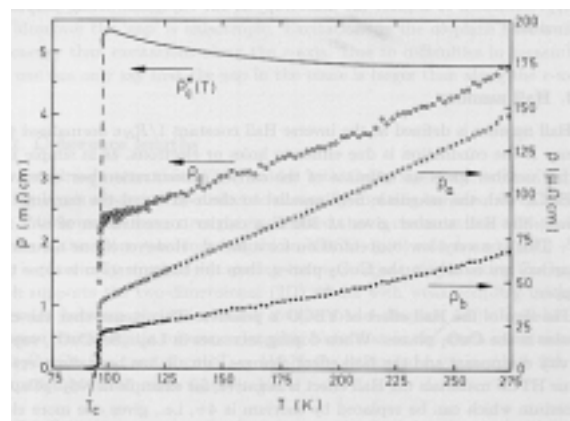

Fig. 13: Anisotropie de la résistivité dans un film YBaCuO (Cryon).
- les chaînes Cu-O-Cu-O et les plans Cu-O contribuent différemment à la conductivité électrique (conductivité métallique dans les plans). ρ est fortement anisotrope dans un monocristal de YBaCuO. Pour les cristaux ou des films HTSC orientés, le comportement suivant est souvent observé (fig. 13):